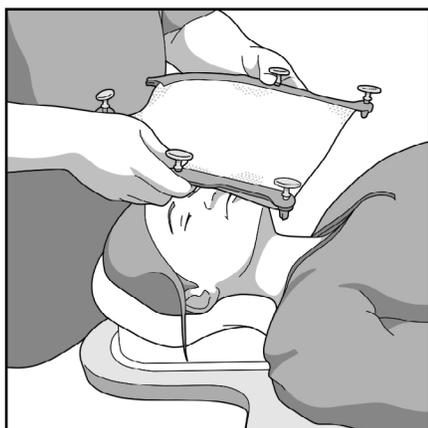

Abb. 4
1. Legen Sie dem Patienten die Maske an und richten Sie die Zapfen am S-Rahmen an den Befestigungsbohrungen in dem Einsatz aus (Abb. 4).